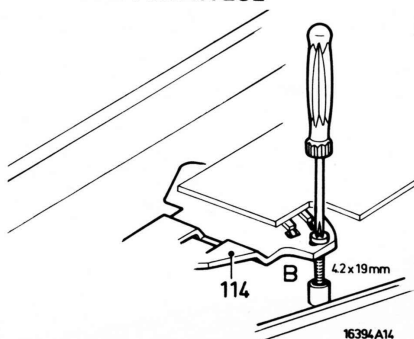

Fig. 7
3. Adjusting the automatic stop (Fig. 7)
3. Instelling automatische afslag (Fig. 7)
3. Réglage de l'arrêt automatique (Fig. 7)